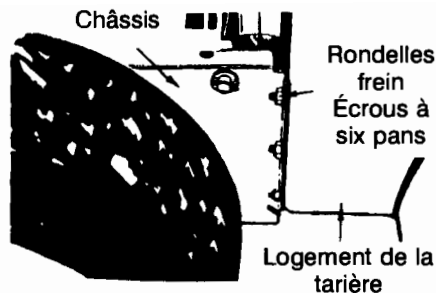

FIGURE 26
- Enlevez les six rondelles-frein et les six écrous à six pans qui maintiennent le logement de la tarière sur le châssis. Voir la Figure 26.